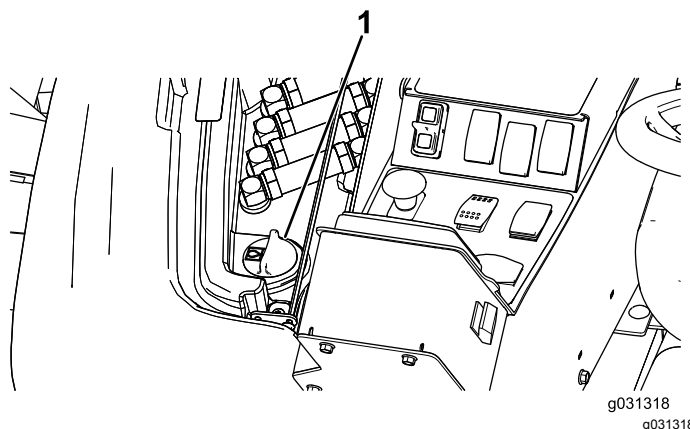

図 120
- 機体右側のアクセスカバーを開くと油圧タンクのキャップがある 図 120。
- 油圧オイルタンクの注油口周辺をきれいに拭き、キャップ 図 120 を外す。